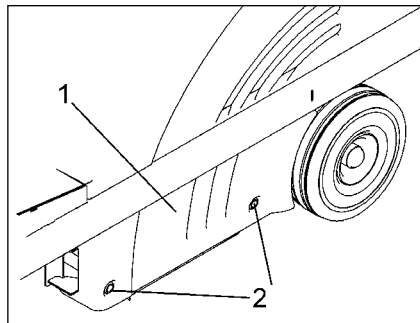

Abb.14
- Verriegelungen (Abb.14/2) mit dem im Beipack befindlichen Vierkant-schlüssel öffnen (gegen Uhrzeiger-sinn drehen).
- Abdeckung (Abb.14/1) abnehmen